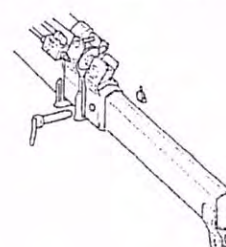

Fig.3
- 3) Avvicinarsi con lo sfilo della gru fino ad inserire lo sfilo manuale; prestare attenzione al corretto allineamento dei fori per il perno. (fig.3)
- 3) Move up close with the crane extension to insert the manual extension; take care over the correct alignment of the holes for the pin (fig.3)
- 3) Den Teleskopauschub des Krans der Verlängerung nähern, bis sie eingeschoben wird; auf die richtige Übereinstimmung der Zapfenlöcher achten (Abb.3)
- 3) Fare scorrere lo sfilo manuale fino a che i fori sugli sfilati non sono allineati. Riinserire il perno di bloccaggio con il relativo fermo di sicurezza (Fig.3). La completa fuoriuscita dell'accessorio è impedita dal dispositivo descritto al par.1.5.
- 3) Slide the manual extension till the holes on the extensions are aligned. Put the locking pin back in with the appropriate safety retainer (Fig.3). The complete coming out of the accessory is forbidden from the device described in par.1.5.
- 3) Die manuelle Verlängerung verschieben, bis die Löcher auf den Teleskopteilen übereinstimmen. Den Sperrzapfen wieder einstecken und die entsprechende Sicherheitssperre anbringen (Abb. 3). Das vollständige Austreten des Zubehörs wird von der im Kap. 1.5 beschriebenen Vorrichtung verhindert.